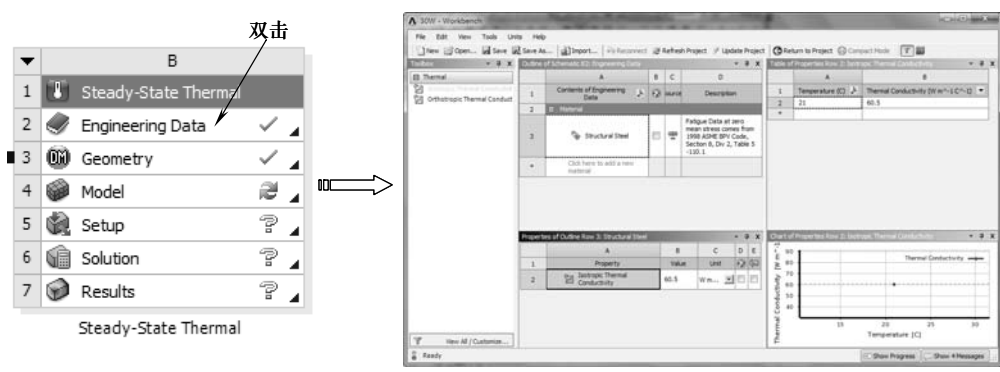

图 11-26 双击【Engineering Data】选项
1) 双击项目 B 中的 B2 栏的【Engineering Data】项, 进入如图 11-26 所示的材料参数设置界面。